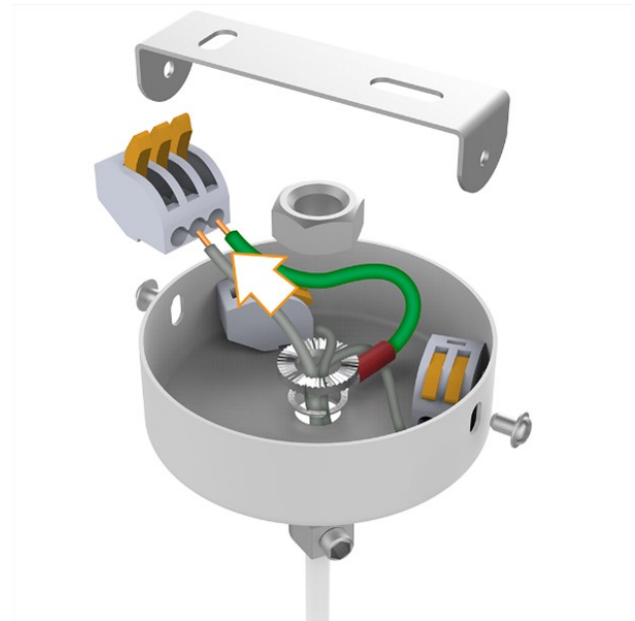

Рис.2
5. Подвести выведенный провод к питающей сети через потолочную чашу, предварительно заземлив ее Рис.2;